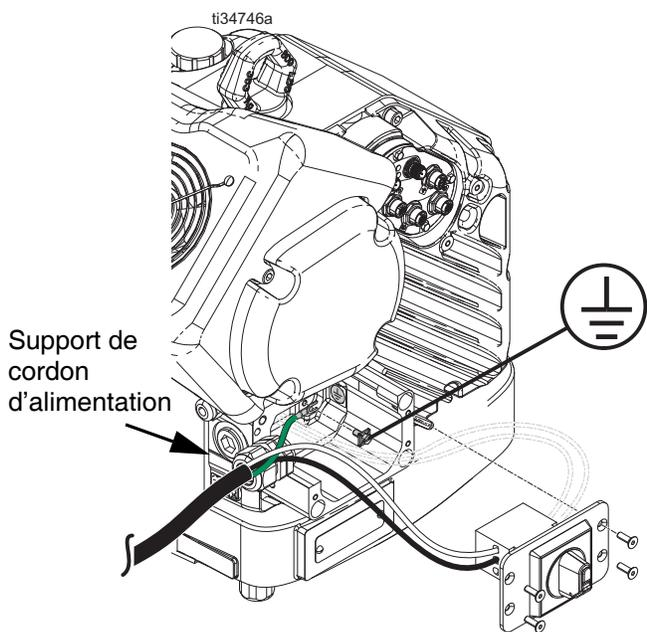

FIG. 8 : Raccordement de l'alimentation électrique
4. Attacher le câble de mise à la terre à la borne de terre dans la boîte de raccordement, comme indiqué dans FIG. 8.